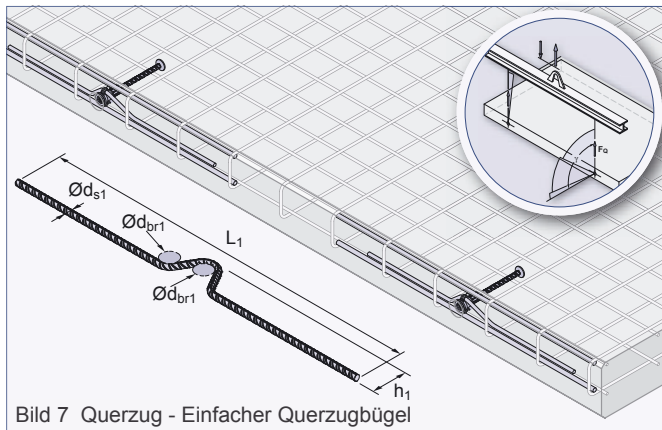
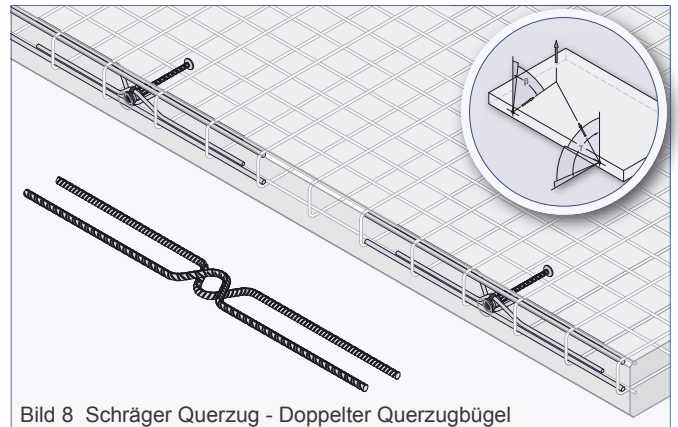
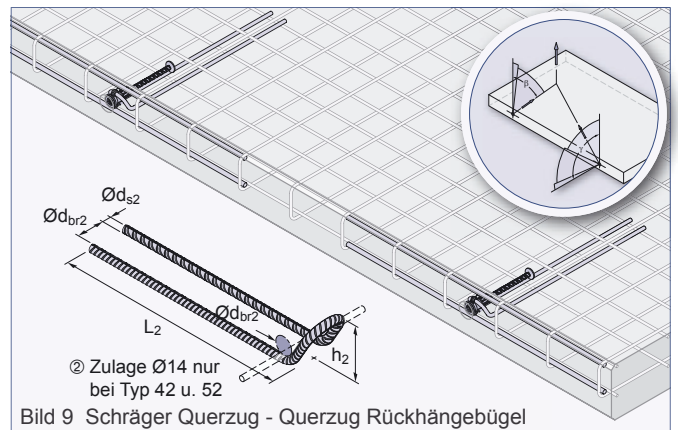

Bild 7 Querkzug - Einfacher Querkzugbügel
Bild 8 Schräger Querkzug - Doppelter Querkzugbügel
Bild 9 Schräger Querkzug - Querkzug Rückhängebügel
Die Beanspruchung der Kompaktanker mit Querzug $\gamma \geq 15^\circ$ erfordert den Einbau einer Zusatzbewehrung nach Tabelle 5 oder Tabelle 6. Die Querkzugbewehrung kann entweder als einfacher Querkzugbügel (Bild 7), als doppelter Querkzugbügel (Bild 8) oder als Querkzug Rückhängebügel (Bild 9) ausgeführt werden. Sie hat im Scheitelpunkt der Biegung Druckkontakt mit der Gewindehülse des Transportankers. Querkzugbelastungen an Kompaktankern sind nur bei Wanddicken d gemäß Tabelle 2 möglich. Die Querkzugbewehrung wird stirnseitig im Bauteil entgegen der Belastungsrichtung angeordnet. Das Aufrichten von Platten kann zu gleichzeitigem Schräg- und Querkzug, dem so genannten schrägen Querkzug, an den Kompaktankern führen (Bild 8 und Bild 9). In diesem Falle ist nur die Querkzugbewehrung doppelter Querkzugbügel oder Querkzug Rückhängebügel erforderlich. Der Schrägzugfall wird bei Einsatz dieser Bewehrung mit abgedeckt. Das Umlegen oder Aufstellen des Bauteils während der Montage, bedarf der Beachtung der Lage der Querkzugbewehrung (nur beim einfachen Querkzugbügel gem. Bild 7 und Querkzug Rückhängebügel gem. Bild 9). Der doppelte Querkzugbügel (siehe Bild 8) deckt die üblichen Lastrichtungen ab. Bei der Belastungsrichtung Querkzug muss die in Tabelle 3 angegebene Mattenbewehrung als Mattenkappe ausgeführt werden. Zusätzlich zu der oben genannten Mattenkappe müssen Längseisen entsprechend Tabelle 5 oder Tabelle 6 eingebaut werden.
② Zulage Ø14, l = 60 cm (siehe Bild 9)